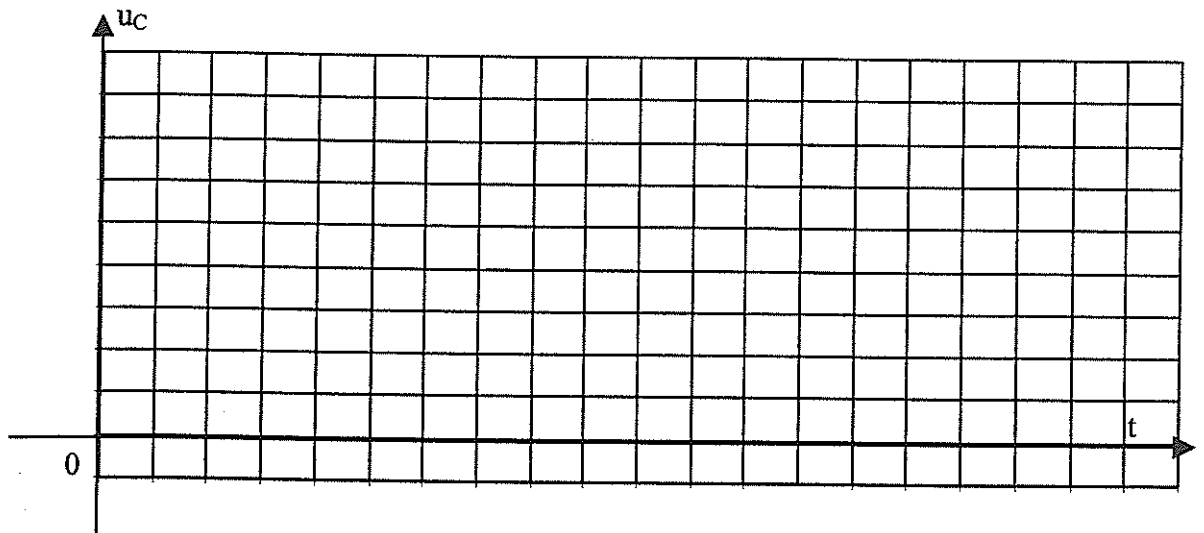

Figure 2
C.4) Tracer sur la figure 2 du document réponse l'allure de $u_C(t)$ pour $\alpha = 0,4$. On prend 1 carreau pour 2 V et 1 carreau pour 10 μs .